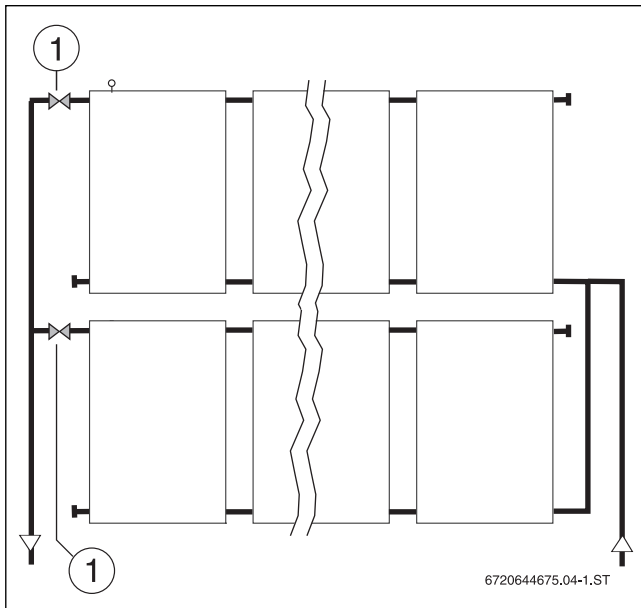

Fig. 69 Rinçage de champs de capteurs parallèles
- ▶ Monter sur le départ des robinetteries d'arrêt résistantes au glycol et aux températures élevées (→ fig. 69, [1]).